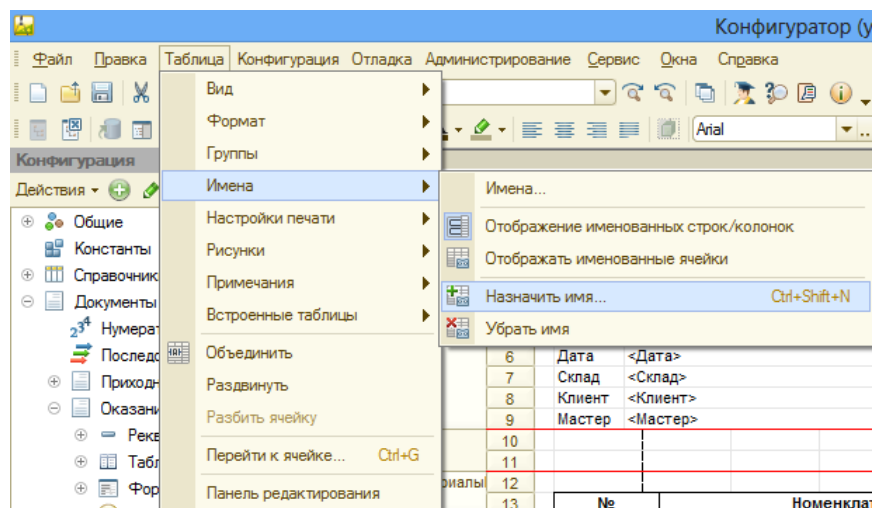

Рисунок 102 Меню «Таблица»
- В меню выберите **Таблица – Имена – Назначить имя...**. Введите имя «Всего». Нажмите кнопку «ОК» (рис. 102).